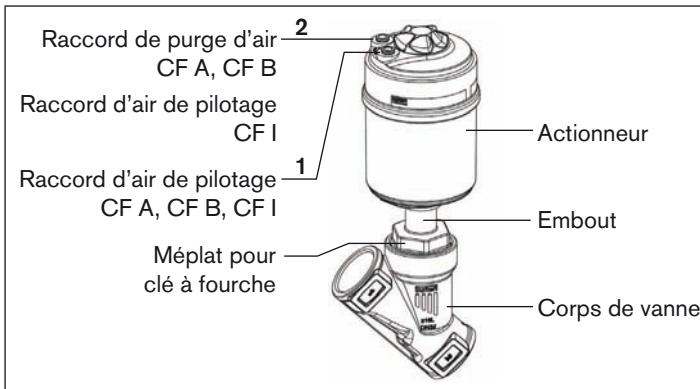

Fig. 22 : Désignation des pièces
- **Avec la fonction de commande A et I** raccord d'air de pilotage 1 une pression de 6 - 8 bars. (voir « Fig. 22 : Désignation des pièces »).
- **Avec la fonction de commande B** raccord d'air de pilotage 2 une pression de 6 - 8 bars. (voir « Fig. 22 : Désignation des pièces »).